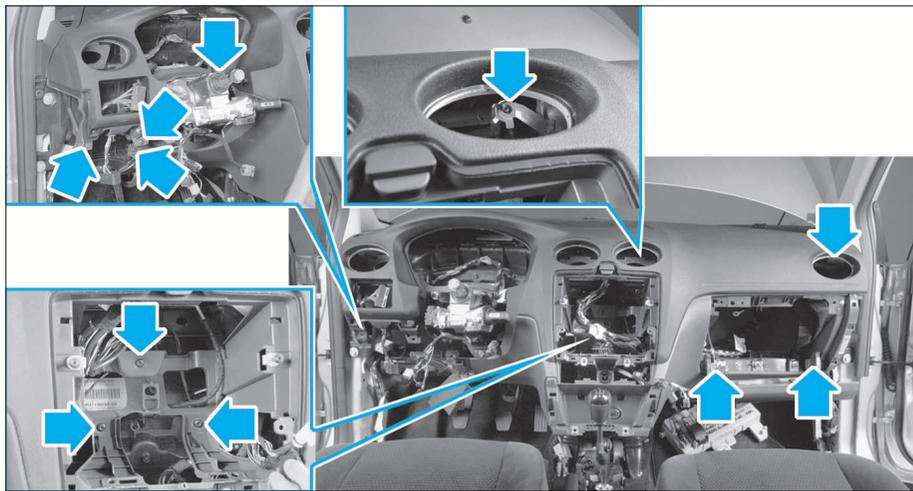

FIG. 50
- Déposer les 11 vis de fixation de la planche de bord (Fig.50).